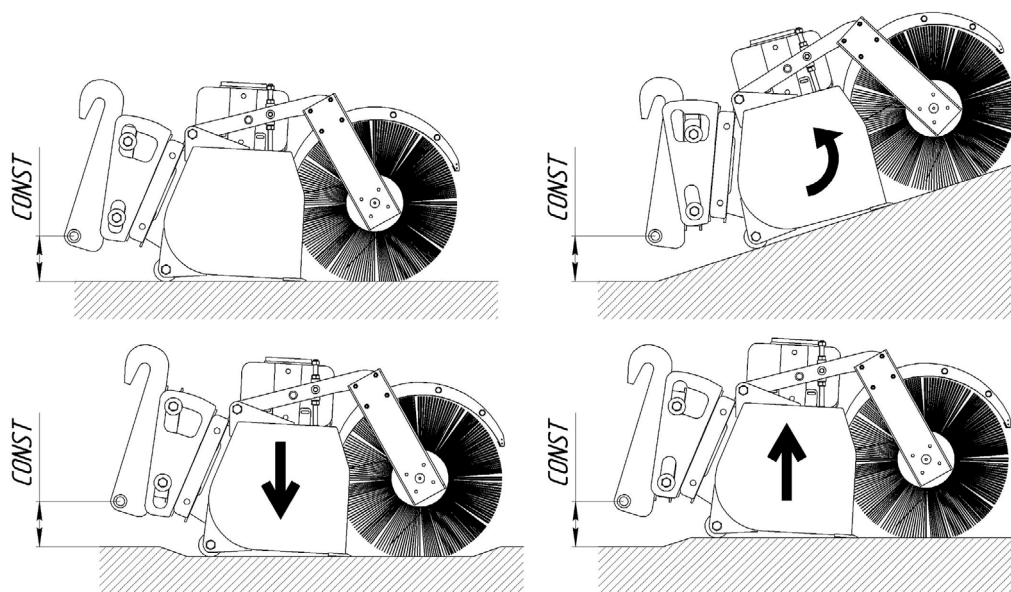

Рисунок 3 - Принцип работы плавающей конструкции подвески
1. Подвеска щетки имеет плавающую конструкцию (Рис. 3). Такое устройство обеспечивает большую безопасность оборудования, за счет подвижности рабочего корпуса щетки при преодолении препятствий. При этом положение стрелы экскаватора-погрузчика остаётся неизменным.